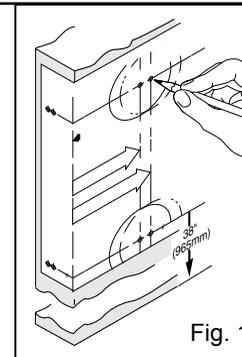
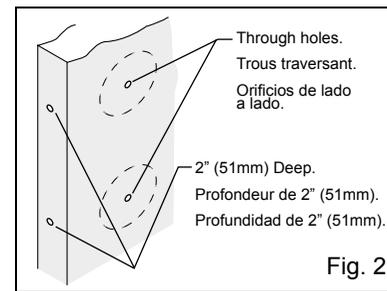
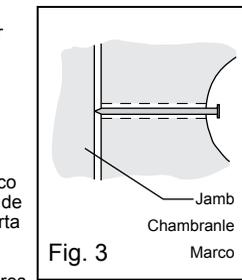

Fig. 1
Fig. 2
Fig. 3
A. Follow steps 1 through 3 of template (see fig. 1). **B.** Drill 1/8" (3mm) diameter pilot holes where marked (see fig. 2). **C.** Drill the 2-1/8" (54mm) hole about halfway through door, then finish drilling from the other side to prevent splintering. **D.** Mark location for strike plate holes in door jamb, by closing door and pressing a 2" (51mm) common nail from inside 2-1/8" (54mm) hole through pilot hole until nail makes indentation in door jamb (see fig. 3). **E.** Drill 1" (25mm) diameter holes in door edge and jamb. Drill the top hole in jamb a minimum of 1" (25mm) deep and the bottom hole 5/8" (16mm) deep. **F.** Trace face of latches in door edge and chisel out area 5/32" (4mm) deep, (no chiseling is required for bottom latch if you are using a drive-in latch (latch without face plate). **G.** Center appropriate strike over holes in door jamb and trace outlines. Chisel out area 1/16" (1.6mm) deep for bottom strike and 5/64" (2mm) deep for top strike. Place strikes on jamb and mark screw hole centers. For top strike, drill 1/8" (3mm) diameter pilot screw holes a minimum of 1-1/2" (38mm) deep. For bottom strike, drill 3/32" (2mm) diameter pilot screw holes a minimum of 1/2" (13mm) deep. **H.** Continue by following steps of INSTALLATION INSTRUCTIONS on reverse side.
A. Suivre les étapes 1 à 3 du gabarit (voir figure 1). **B.** Percer des trous-pilotes de diamètre 1/8" (3mm) aux endroits marqués (voir figure 2). **C.** Percer le trou de 2-1/8" (54 mm) jusqu'au milieu de la porte environ, puis finir de percer à partir de l'autre côté afin d'éviter l'éclatement du bois. **D.** Marquer l'emplacement des trous de la gâche sur le chambranle de la porte en fermant la porte et en poussant un clou ordinaire de 2" (51mm) de l'intérieur du trou de 2-1/8" (54mm) par le trou-pilote jusqu'à ce que le clou fasse une marque sur le chambranle de la porte (voir figure 3). **E.** Percer les trous de diamètre 1" (25mm) dans le bord de la porte et le chambranle. Percer le trou supérieur dans le chambranle au moins 1" (25mm) de profond et le trou inférieur 5/8" (16mm) de profondeur. **F.** Tracer la face des verrous sur le bord de la porte et couper au ciseau sur une profondeur de 5/32" (4 mm), (ceci n'est pas nécessaire pour le verrou inférieur si vous voulez un verrou à enfoncement (verrou sans têtierre). **G.** Centrer la gâche appropriée sur les trous dans le chambranle de la porte et tracer le pourtour. Mortaiser la surface tracée sur une profondeur de 1/16" (1,6mm) pour la gâche inférieure et 5/64" (2mm) pour la gâche supérieure. Placer les gâches sur le chambranle et marquer le centre des trous de vis. Percer des trous-pilotes de 1/8" (3mm) de diamètre sur une profondeur minimale de 1-1/2" (38mm) pour la gâche supérieure. Percer des trous-pilotes de 3/32" (2mm) de diamètre sur une profondeur de 1/2" (13mm) pour la gâche inférieure. **H.** Continuer en suivant les étapes des INSTRUCTIONS D'INSTALLATION au verso